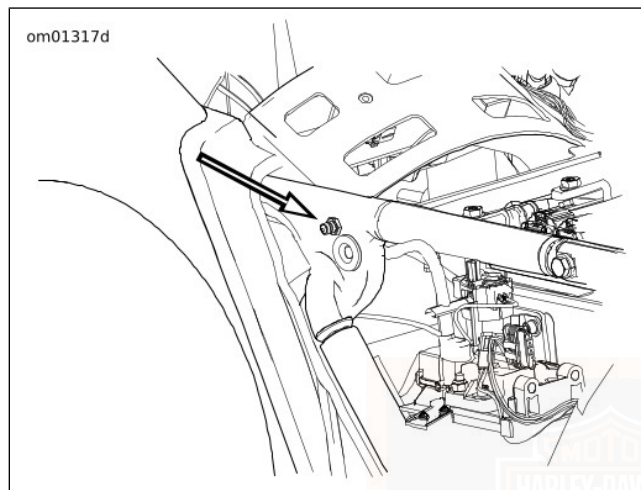

Figure 29. Valve pneumatique de suspension pneumatique arrière
2. Voir Figure 29. Retirer le capuchon de la valve pneumatique située derrière l'amortisseur.